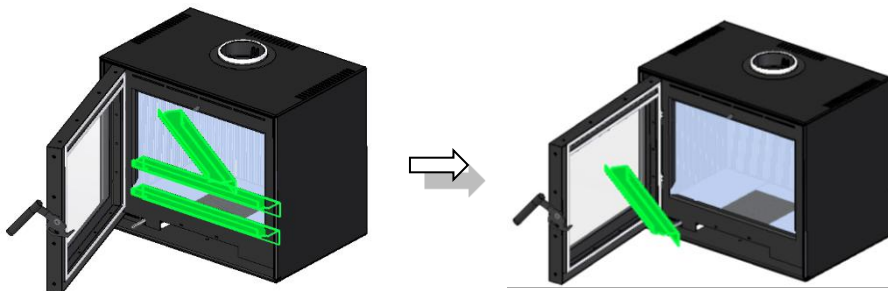

Figure 13 – Retrait du déflecteur de cendres
1. Retirez le déflecteur de cendres en le déplaçant vers le haut et retirez-le de la machine, voir Figure 13.